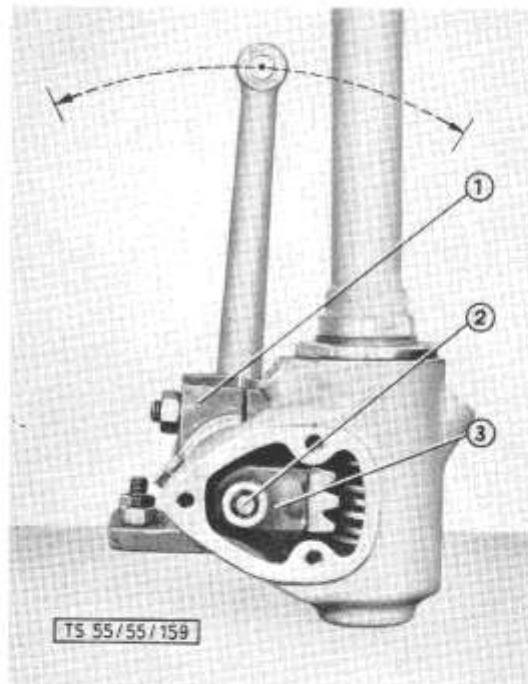

Bild 169: Einstellen der Globoid-Schnecke
- e) In dieser Lage den Lenkstockhebel senkrecht auf die Welle aufschieben (Bild 169). Die Lage des Hebels erlaubt jederzeit, nach Hin- und Herdrehen des Lenkrades, die Lage des Mittelpunktes festzustellen.
- g) Das Lenkrad hin- und herdrehen, während sich das Lenkrad sonst leicht dreht, wird es an einer gewissen Stelle etwas stramm gehen. Dies ist der sogenannte Druckpunkt. Dieser soll in der Mittelstellung liegen (senkrechte Lage des Lenkstockhebels, Bild 169). Eine zu tiefe Lage des Druckpunktes (Hebel steht rechts von der Senkrechten) wird durch Wegnehmen von Einstellscheiben oder, falls keine mehr vorhanden, durch Nachsetzen des Lenkgehäusebodens mittels Kopfräfers beseitigt. (Die Einstellscheiben befinden sich zwi-